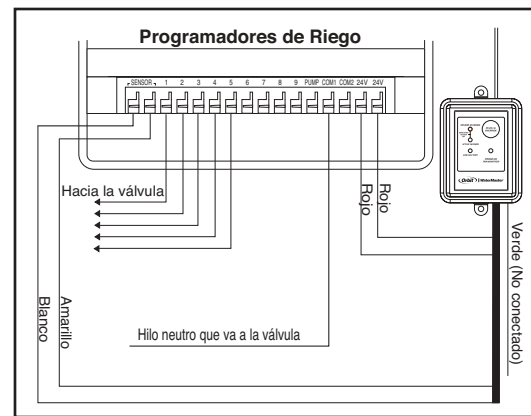

Figura 5: Conexión de cables del temporizador de aspersor con los terminales del sensor pero no con la bomba de carga
2. Compruebe si el temporizador tiene terminales sensor previamente instalados. Si el temporizador no tiene terminales sensor, proceda con el paso 3. Si los tiene, tome el cable del receptor de lluvia y congelación y conecte el hilo blanco a un terminal sensor y el amarillo al otro. [Vea la Figura 5] Vaya directamente al paso 5.
2. Compruebe si el temporizador tiene terminales sensor previamente instalados. Si el temporizador no tiene terminales sensor, proceda con el paso 3. Si los tiene, tome el cable del receptor de lluvia y congelación y conecte el hilo blanco (neutro) a un terminal sensor y el amarillo (normal cerrado) al otro. [Vea la Figura 5] Vaya directamente al paso 5.